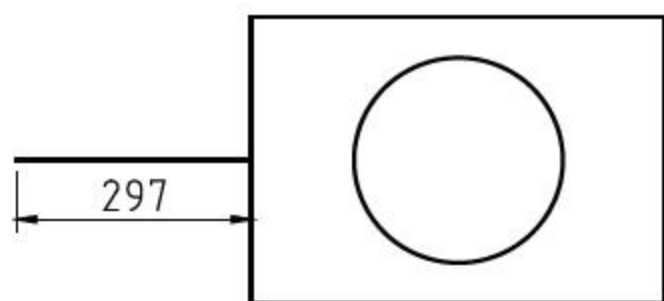

图3-98 绘制直线
**03** 调用L【直线】命令，结合【中点捕捉】功能，绘制直线，如图3-98所示。